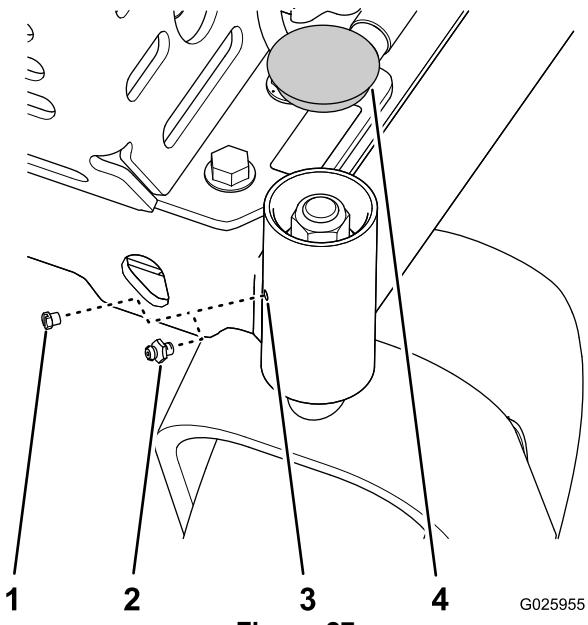

Figure 27
1. Déposez le capuchon et le bouchon hexagonal au sommet du pivot de la roue pivotante (Figure 27).
2. Vissez le graisseur dans le trou (Figure 27).
3. Injectez de la graisse dans le graisseur jusqu'à ce qu'elle ressorte autour du roulement supérieur (Figure 27).
4. Déposez le graisseur et reposez le bouchon que vous avez retiré à l'opération 1 (Figure 27).
5. Reposez le capuchon que vous avez déposé à l'opération 1 (Figure 27).